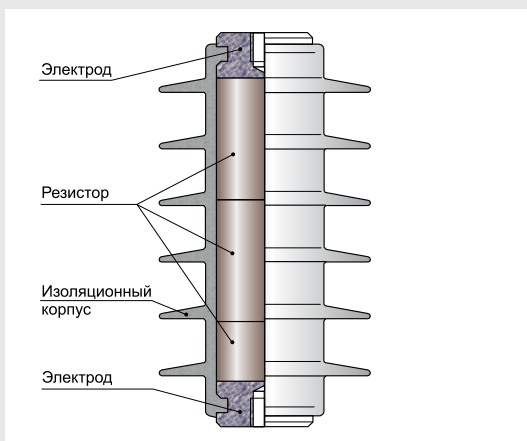

Рис. 2. Конструкция ОПН-РВ
3.1. Конструкция ОПН-РВ представлена на **рис. 2**. Габаритные и присоединительные размеры приведены на **рис. 3-4** и в **Табл. 1.3**.